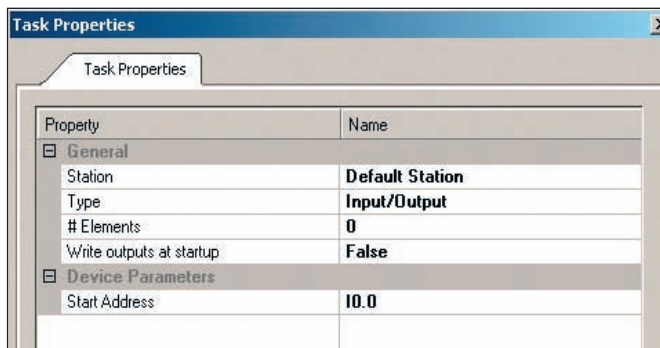

Рис. 13. Указание адреса дискретного входа ПЛК
**Address** – для дискретного входа DI0 это I0.0 (рис. 13 и табл. 2).